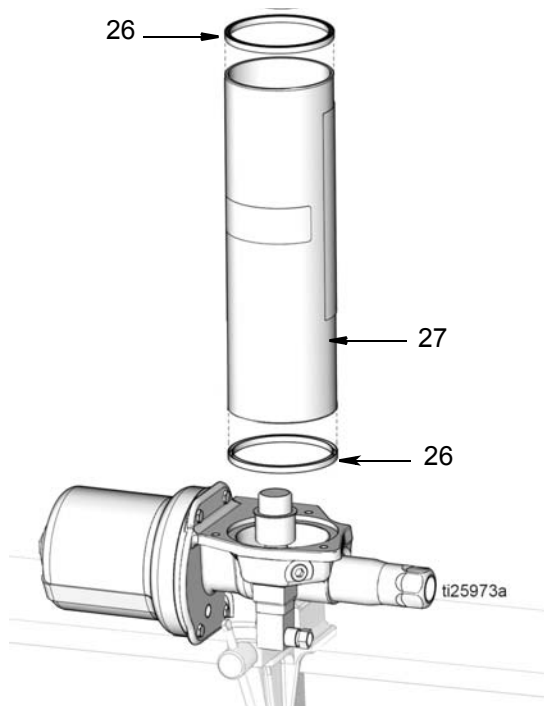

FIG. 56
10. Monte las juntas del depósito (26) en la parte superior y en la base del depósito (27) como se observa en FIG. 56.